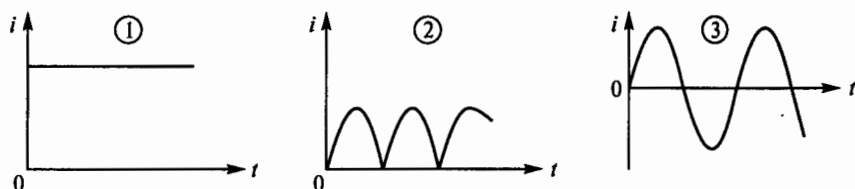

Рис. 4
1.8. Определить, какой из трех приведенных на рис. 4 графиков является графиком постоянного тока.